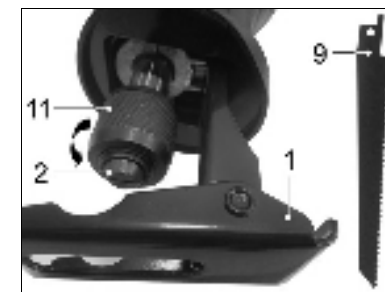

Рис. 4.
7.2. Установка пильного полотна в быстрозажимной держатель модели СПЭ-900/150Э (Рис. 4)